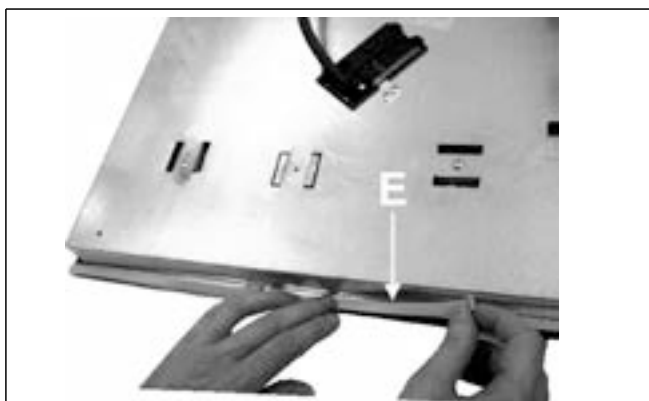

FIG. 6
- Vire a placa ao contrário e coloque a vedação "E" (fig. 6) sob a borda da placa de modo a que fique perfeitamente alinhada com o perímetro do vidro. As extremidades da fita devem ficar juntas sem se sobreporem.